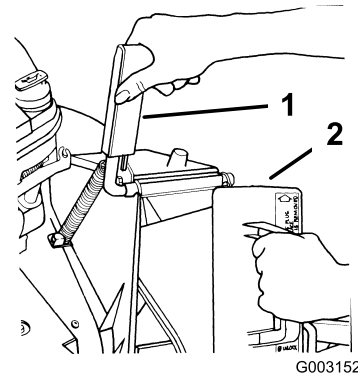

Figura 5
- Abra la puerta de descarga tirando del tirador hacia adelante y desplazando la puerta hacia atrás (Figura 5). Mientras inserta el tapón, sujete el tirador de la puerta para evitar que el muelle cierre la puerta.
- Puesto que el tapón es algo más ancho que la abertura del conducto de descarga, gire el tapón ligeramente en el sentido de las agujas del reloj al insertarlo (Figura 5).